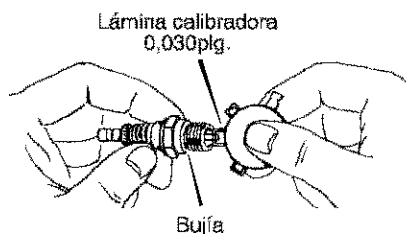

Figura 63
2. Revise el **entrehierro de la bujía** usando una **lámina calibradora** y restablezca el entrehierro a 0,030 plg. si fuera necesario. Vea la Figura 63.